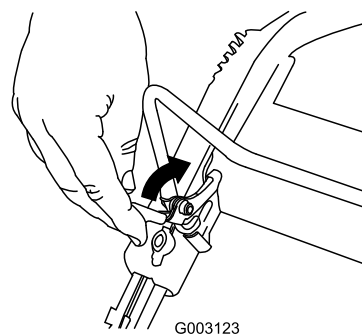

Рисунок 16
Чтобы заглушить двигатель, нажмите и держите кнопку выключения двигателя в нажатом положении до тех пор (Рисунок 16), пока двигатель не остановится.
1. Оттяните фиксатор штанги управления (Рисунок 16).